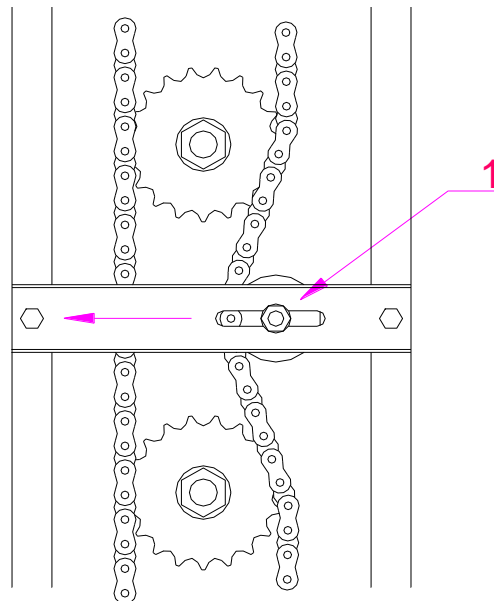

Abbildung 9
- b) Lockern sie nur leicht die Schraube (1) Abb.9 und verschieben Sie den Spanner nach Links. Wenn die Kette nun gestrafft ist, fixieren Sie den Spanner, indem Sie die Schraube anziehen (1).